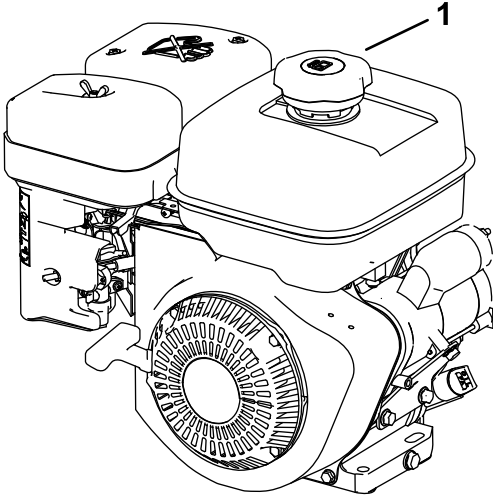

图1
3. 清理燃油箱盖附近的区域然后将其卸下图1。
4. 向油箱添加燃油图1至油箱顶部下方 613mm 处。切勿加至油箱的加油戏颈下。